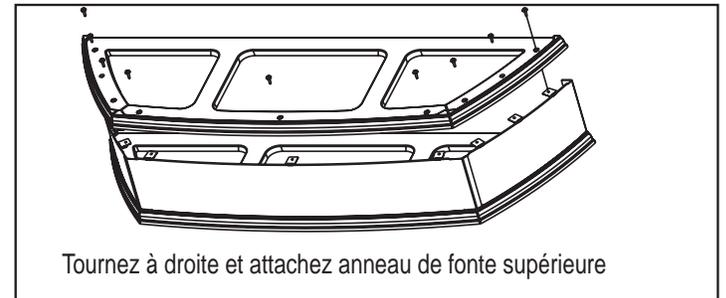

Figure 33.4
5. Maintenant, tournez à droite fonte téléphoner et joindre l'anneau jeté dessus. Figure 33.4.